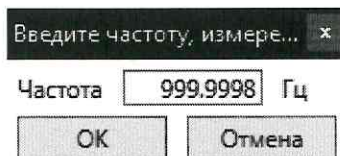

Рисунок 14 – Окно ввода частоты, измеренной частотомером
10.3.5 Дождаться стабилизации показаний в столбце «Измеренные ВС-301М значения частоты, Гц» и нажать кнопку «Зафиксировать результат». В появившемся окне (рисунок 14) ввести значения частоты в Гц, измеренные частотомером.